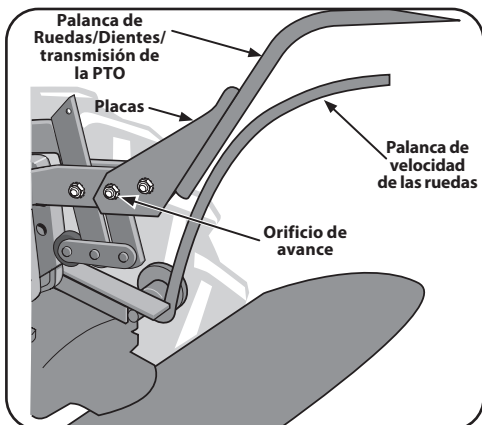

Figura 3-7
4. Deslice las placas al final de la palanca de Ruedas/Dientes/transmisión de la PTO sobre las placas de yugo. Consulte la Figura 3-7. Para ayudar con el siguiente paso, inserte un tornillo transitoriamente dentro de los orificios que están más adelante en las placas de yugo y la palanca.